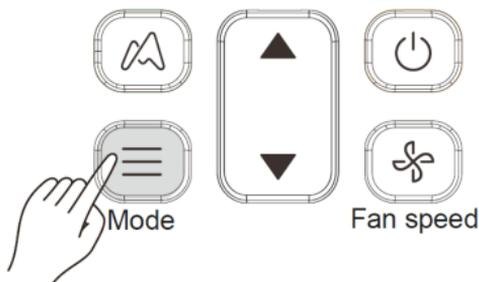

Abbildung 3.4
1) Drücken Sie  (siehe Abbildung 3.4). Das Display zeigt den Betriebsmodus an.